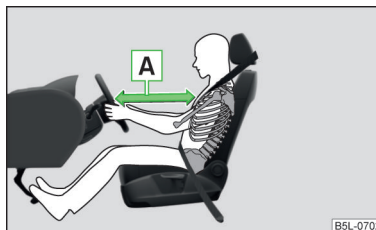

Рис. 8
- Для водія та переднього пасажирів важливо зберігати відстань до кермового колеса або до панелі приладів принаймні 25 см » **Рис. 8 - А**. Якщо ця відстань не дотримується, система подушок безпеки втрачає захисну функцію, створюючи ризик для життя. Крім цього, передні сидіння повинні бути завжди правильно відрегульовані до розміру тіла.